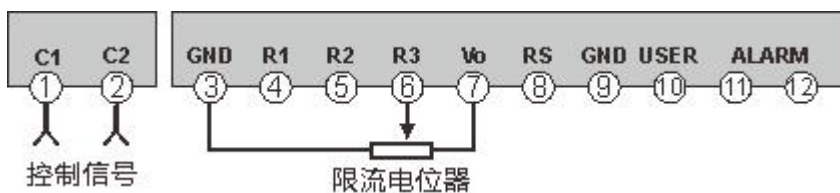

图 5: 限流功能接线图
9.1. 使用限流功能，需接实际负载调试，参照图 5，调试步骤如下：